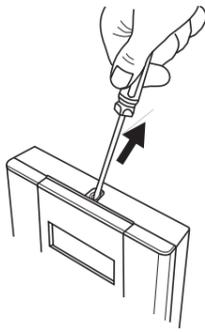

Figure 2. Ouverture du couvercle par effet de levier.
2. Insérer un petit tournevis dans la rainure de la vis et soulever le couvercle par un effet de levier, comme illustré dans la Figure 2 (le couvercle est rabattable par le bas).